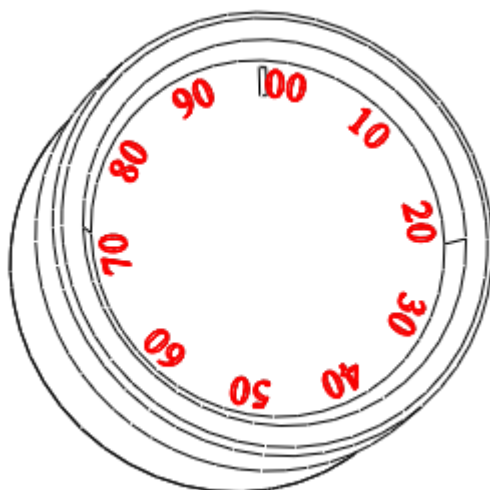

图 59-20
- (7) 单击  完成草图绘制，调整特征生成方向，单击  按钮，完成特征建立，如图 59-20 所示。